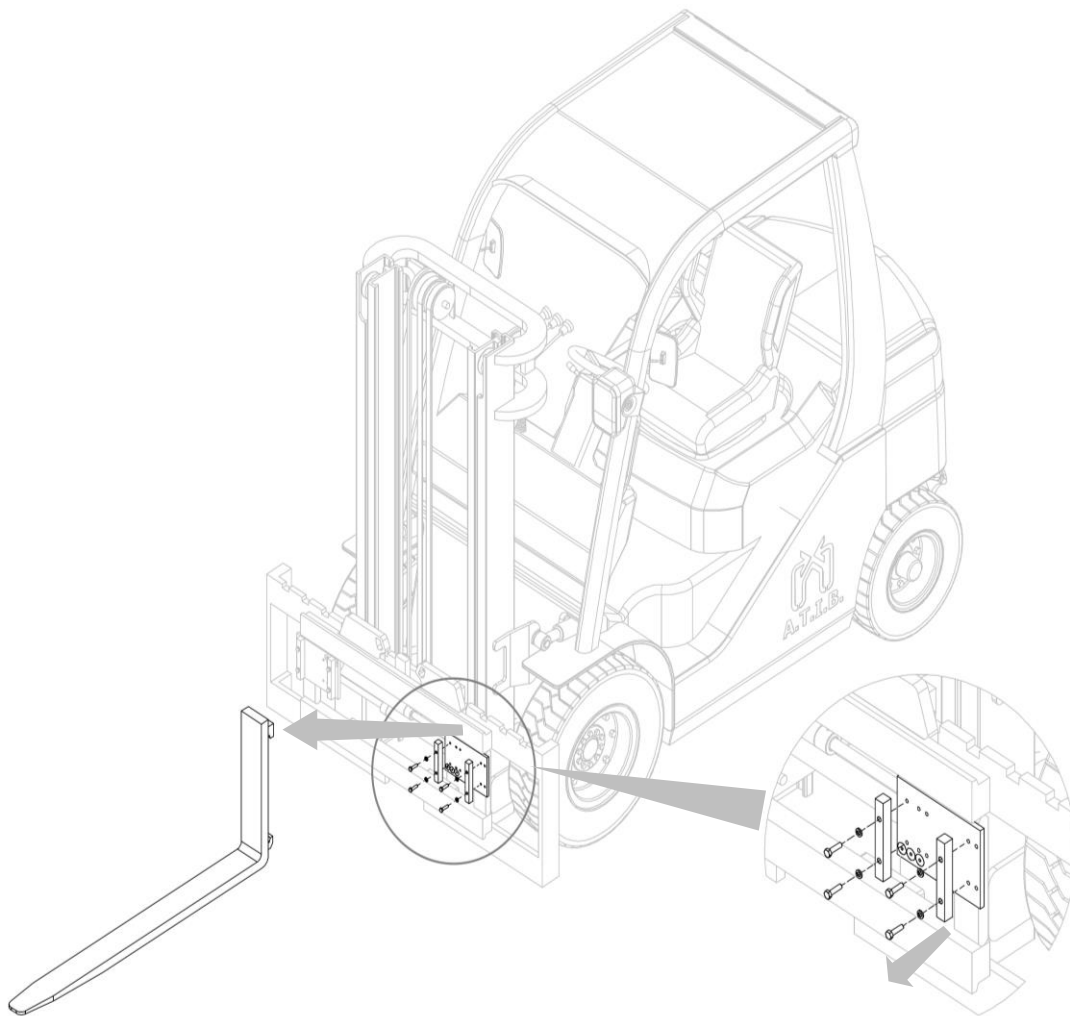

Abbildung 26
2. Entfernen Sie nacheinander die Gabelzinken, nachdem Sie die Gabelarretierungen aus den Mitnehmerplatten abgeschraubt haben (siehe *Abbildung 26*).